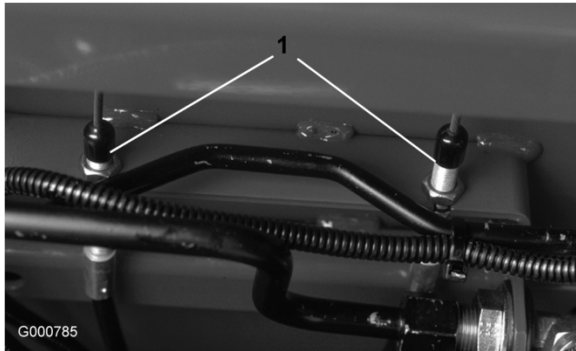

Bild 62
2. Lockern Sie zum Reduzieren des Spiels der Bremspedale die vordere Mutter am Gewindeende des Bremszugs (Bild 62). Ziehen Sie dann die hintere Mutter an, um den Zug